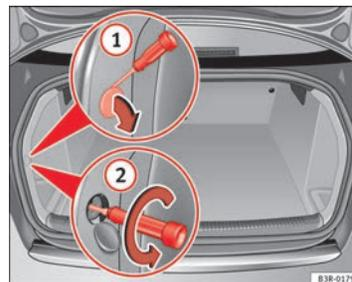
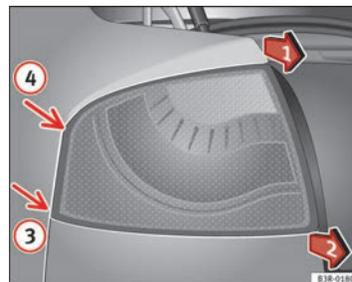

Fig. 211 Maletero: Posición del tornillo de fijación para la unidad de luz trasera
Fig. 212 Desmontar la unidad de luz trasera en la aleta
- Retire la cubierta haciendo palanca con el lado plano de un destornillador en el rebaje ⇒ fig. 211 ①.
- Desenroscar el tornillo que hay detrás con un destornillador (flecha) ②.
- Tire de la unidad de luz trasera a uno y otro lado (en la dirección de las flechas) ⇒ fig. 212 posiciones ① y ② hasta que salga de su alojamiento (posiciones ③ y ④).